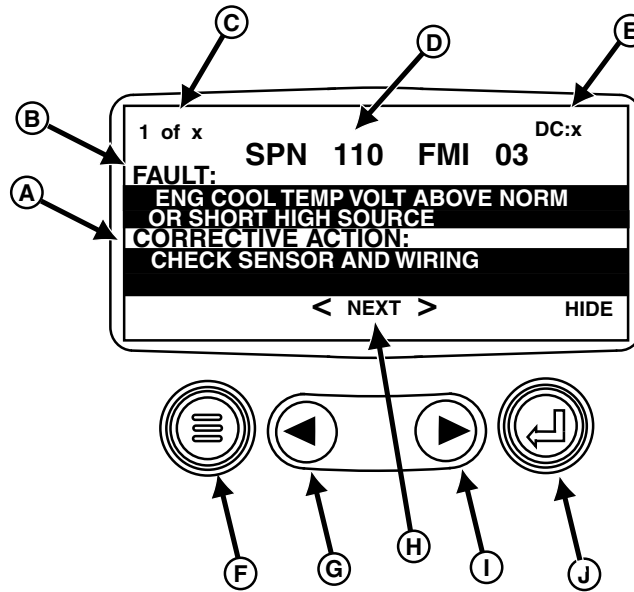

Abbildung 2: Diagnosebildschirm für gespeicherten Code
4. Ein neuer Bildschirm mit Informationen über gespeicherte Diagnosecodes erscheint. Siehe Abbildung 2. Falls keine gespeicherten Diagnosecodes vorhanden sind, wird auf dem Bildschirm kurzzeitig "No Stored Fault Codes" (Keine gespeicherten Fehlercodes) angezeigt. PowerView kehrt dann zur Hauptmenü-Anzeige zurück. Die "Menü"-Taste (E) drücken, um zum Bildschirm der Parameteranzeige zurückzukehren.